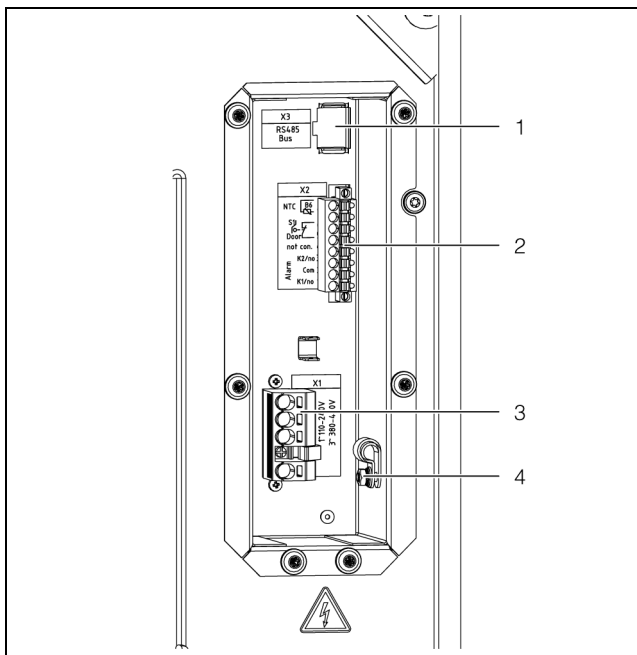

Fig. 34: Collegamenti sul retro
- La schermatura del cavo può essere collegata ai contatti del morsetto di messa a terra all'interno della scatola di derivazione sull'alloggiamento (Fig. 34, pos. 4).